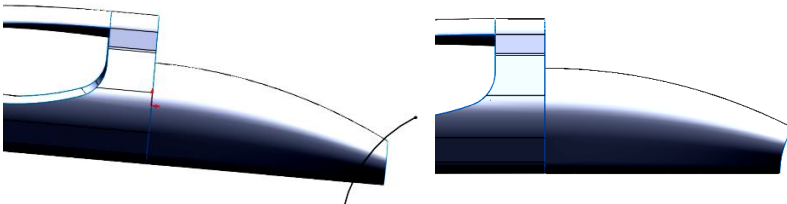

Рис.36. Виконання відсіку поверхні
19. Будуємо ескіз (довільну дугу) на площині *Справа* для відсіку частини побудованої поверхні та відсікаємо її (Рис.36).